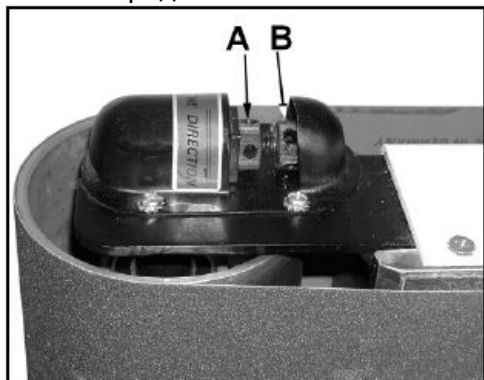

Рис. 9
Ослабьте контргайку (A) Рис. 9. Движение ленты можно отрегулировать с помощью микрометрического винта (B). Снова затяните контргайку. Несколько раз на короткое время запустите двигатель и проверьте движение ленты.